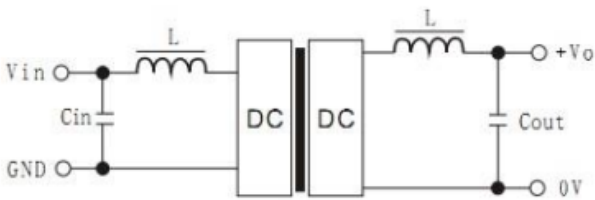

图 4
- e) 对于纹波噪声要求较高的场合应外接 LC 滤波电,如(图 4)。建议 Cout 使用陶瓷电容或者高频低阻抗电解电容，使用钽电容会造成模块损坏的现象出现。